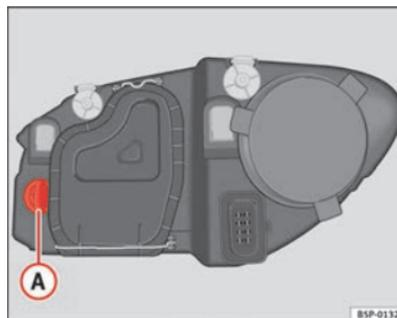

Fig. 178 Ampoule du clignotant
- Tournez la douille d'ampoule ⇒ fig. 178 **A** vers la gauche puis tirez.